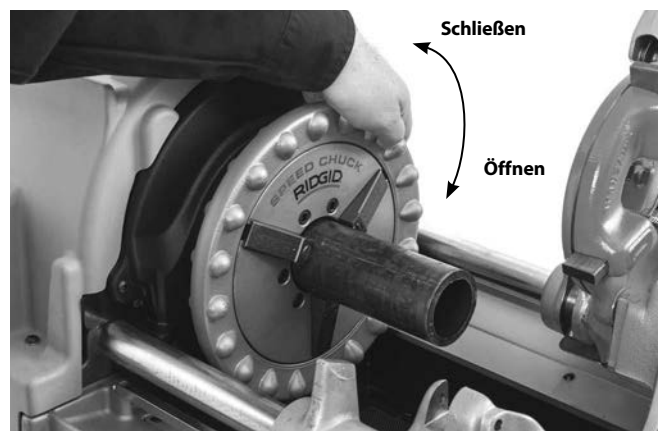

Abbildung 16 – Einspannen des Rohrs
Öffnen Sie die Spannfutter der Gewindeschneidmaschine vollständig. Drehen Sie bei Maschinen mit Handspannfutter das Handrad des vorderen Spannfutters nach rechts (siehe Abbildung 16). Bringen Sie bei Maschinen mit automatischem Spannfutter den Schalter REV/OFF/FOR (2/0/1) (Rückwärts/Aus/Vorwärts) in die Stellung REV (2) (Rückwärts), betätigen Sie den Fußschalter und geben Sie ihn wieder frei.
Drehen Sie das Handrad des vorderen Spannfutters nach links (von Vorderseite der Maschine aus betrachtet, Abbildung 16), um das Futter um das Rohr zu schließen. Achten Sie darauf, dass das Rohr in den Einsätzen zentriert wird. Drehen Sie das Handrad mehrmals kräftig nach links, um das Rohr im vorderen Spannfutter zu sichern.